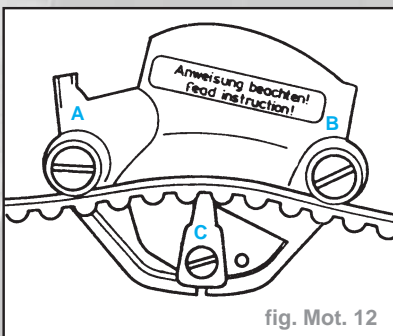

fig. Mot. 12
- La courroie crantée doit passer entre les points **A**, **B** et **C**. le tendeur **C** doit engrener dans un entredent (fig. Mot. 12).